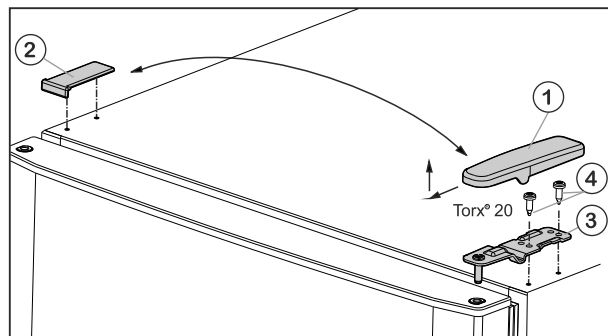

Fig. 6
- ▶ Изтеглете капака Fig. 6 (1) напред и нагоре.
- ▶ Свалете капака Fig. 6 (2).
- ▶ Развийте горната лагерна стойка Fig. 6 (3) ((2 x Torx® 20) Fig. 6 (4) и издърпайте нагоре.
- ▶ Поставете горната лагерна опора Fig. 6 (3) върху новата страна на пантите във вратата.
- ▶ Затегнете горната лагерна опора **здраво (с 4 Nm)** (2 x Torx® 20) Fig. 6 (4). Еwentуално използвайте акумулаторна отвертка.
- ▶ Поставете капака Fig. 6 (1) от срещуположната страна отвън и го фиксирайте.
- ▶ Поставете капака Fig. 6 (2) също от срещуположната страна отгоре и го фиксирайте.